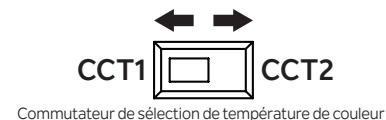

Fig. 2
3. Locate the color temperature selection switch on the LED module, and select the desired LED color temperature (**CCT1 = 3000K soft white, CCT2 = 5000K daylight**) (Fig. 2).
3. Localisez le commutateur de sélection de température de couleur sur le module DEL et sélectionnez la température de couleur DEL souhaitée (**CCT1 = blanc doux 3000 K, CCT2 = lumière du jour 5000 K**) (Fig. 2).